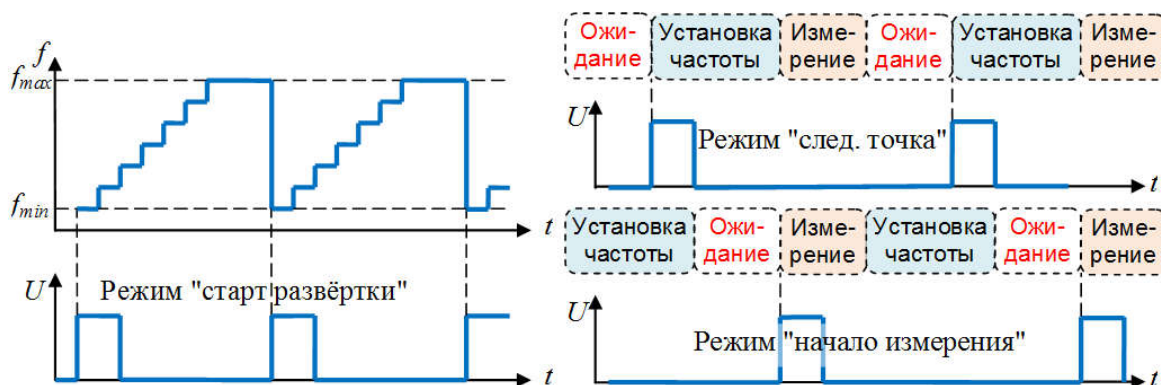

Рисунок 2.211 – Режимы работы входного разъема «СИНХР →»
- «на частоте маркера» – на выходной разъем «СИНХР $\rightarrow$ » поступают импульсы, фронт которых соответствует моменту генерации частоты, на которой установлен маркер с включенной функцией «Точка синхронизации» (рисунок 2.211).
2.3.5.9.6 По фронту синхроимпульса, поступившего на входной разъем «СИНХР $\rightarrow$ » фиксируется «Событие по входу синхронизации» (рисунок 2.211). Включение тумблера «Инверсия синхровыхода» позволит фиксировать событие по спаду синхроимпульса. Реакция измерительного блока на «Событие по входу синхронизации» задается в поле со списком «Синхровход»: